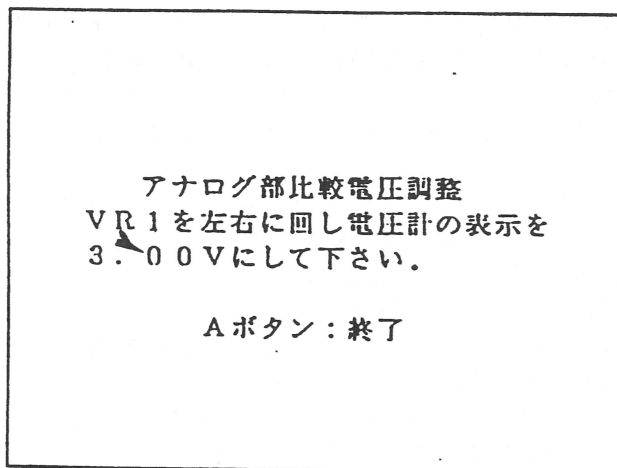

図5-5
- ⑥ ⑤の項目でAボタンを押すと、画面が切り替わり"アナログ部比較電圧調整・・・"(図5-5)と表示されます。この時、CDチェッカーのMAIN BD上のVR1を左右に回し、CDチェッカー上の電圧計のLED表示が、"3.00"(±0.01)になる様に調節して下さい。